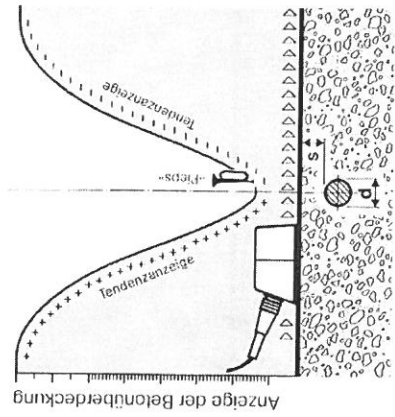

Fig. 1
3. Hat das Fadenkreuz der Sonde die Stabachse etwas überfahren, wird dies akustisch mit einem kurzen «Pieps» und visuell mit «-888» angezeigt (Fig. 1).